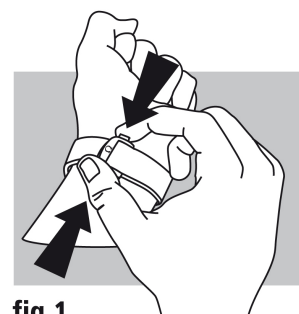

fig. 1
**Apertura (fig. 1):** per aprire il fermaglio basta premere i due bottoni automatici posti ai due lati della fibbia OMEGA e tirare verso l'alto.